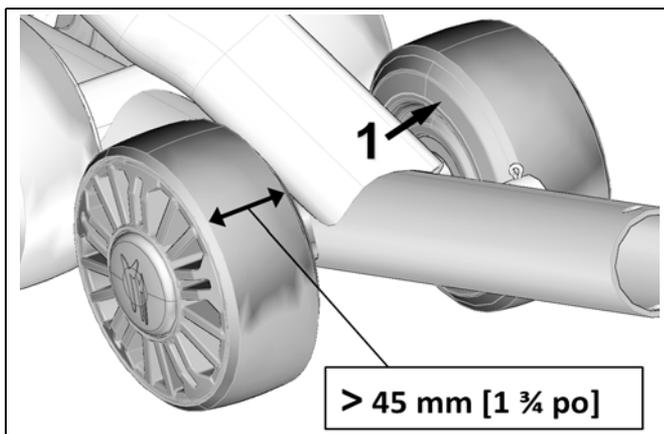

Figure 33
Vérifier l'usure des roulettes sur la bande de contact intérieure (1). Si la bande est perforée et/ou la largeur de la roulette est inférieure à 45 mm, remplacer la roulette. Elle n'offre plus un support adéquat à la chenille et les guides peuvent s'user prématurément. Voir la Figure 33.